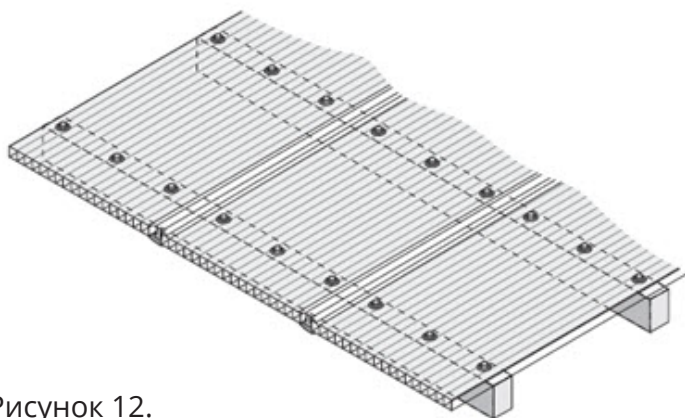

Рисунок 12.
1. При ширине панели более одного метра она должна быть прикреплена к несущей конструкции с помощью дополнительного крепления вдоль своей ширины рис.12, т.к. соединителей на обоих концах продольных сторон недостаточно, чтобы удержать панель от распрямления и смещения под давлением.